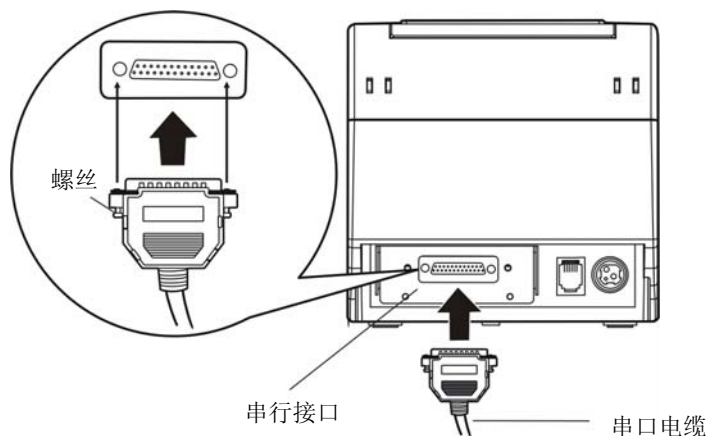

图 2-3 连接串口电缆
1. 关闭计算机和打印机电源开关，将串口电缆插头连接到打印机的串行接口，拧紧插头两侧的螺丝，固定串口电缆（如图 2-3 所示）。